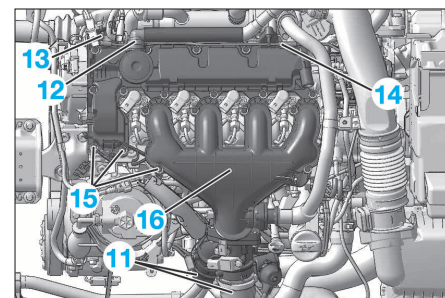

FIG. 55
- le faisceau (6) des injecteurs diesel
- le faisceau moteur (7).
- la vis (8)
- le collier (9).
- Écarter le tuyau de réaspiration des gaz de carter (10).
- Déposer les raccords (11) à l'entrée du doseur d'air (Fig.55).